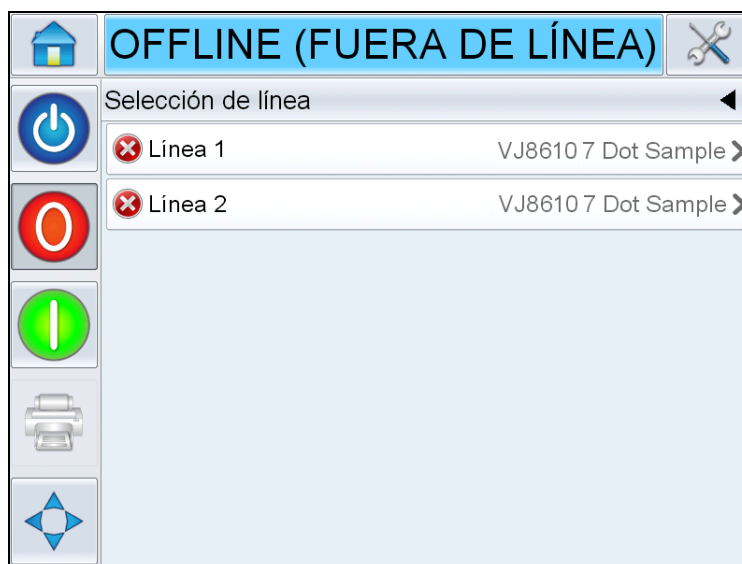

Figura 6-18: Página Selección de línea
- a. Toque  en la página de *Selección de línea* (consulte la Figura 6-18).